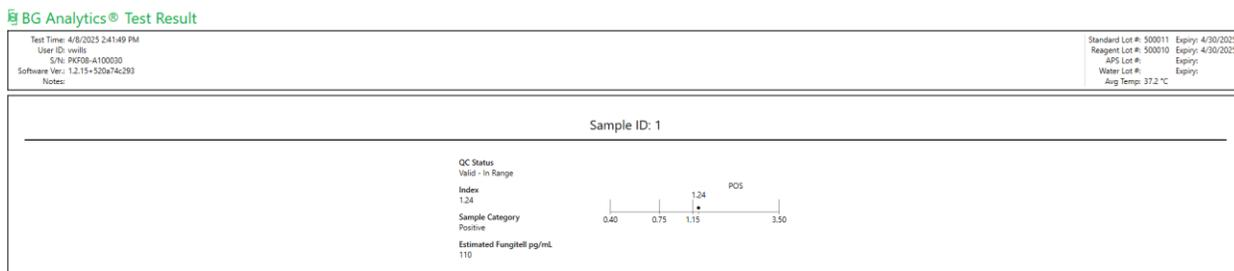

Figura 17. Informe de resultados de prueba de BG Analytics® de la muestra con un resultado positivo
- Estado de control de calidad (CC)
- a. El valor del índice dentro del intervalo de 0,40 a 3,50 se marcará dentro del gráfico. El índice indeterminado se marcará entre 0,75 y 1,15. En la Figura 17 se muestra un ejemplo de una muestra con un estado de CC válido y un valor de índice positivo.